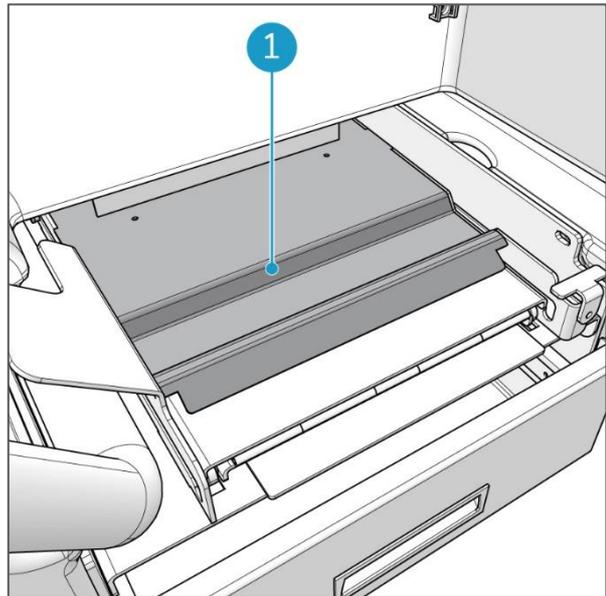

Figure 63
Déchargez d'abord l'i-mop lite, voir la section 7.8.1. Essuyez le plateau sur lequel reposent les roues de l'i-mop lite (Figure 63, pos. 1) avec une lavette humide.